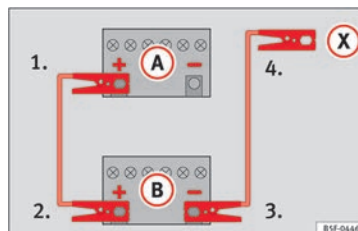

Fig. 59 Schéma de branchement pour les véhicules non équipés du système Start-Stop.
» fig. 59.
3. Raccordez l'autre extrémité du câble de démarrage *rouge* à la borne positive (+) du véhicule fournissant le courant (B).
4. Sur les véhicules sans système Start-Stop : raccordez une extrémité du câble d'urgence *noir* à la borne négative (-) du véhicule fournissant le courant (B) » fig. 59.
- Sur les véhicules avec système Start-Stop : raccordez une extrémité du câble d'urgence *noir* (X) à une borne de mise à la terre appropriée, à une pièce métallique massive